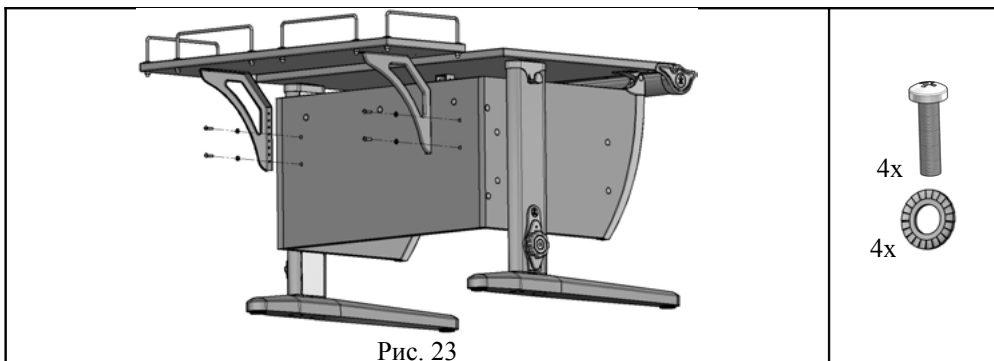

Рис. 23
4.9.1. Из стенки задней основания стола удалить заглушки технологические и прикрутить полку (сборка по п. 4.8.2.) при помощи винтов (поз. 3, пакет №20) через шайбы (поз. 4, пакет №20) согласно рис. 23, 23а.
Рис. 23а
- 6.6.1. Для регулировки полки по высоте выкрутить винты крепления полки к столу согласно рис. 23, установить полку на требуемую высоту и снова закрутить винты крепления полки.